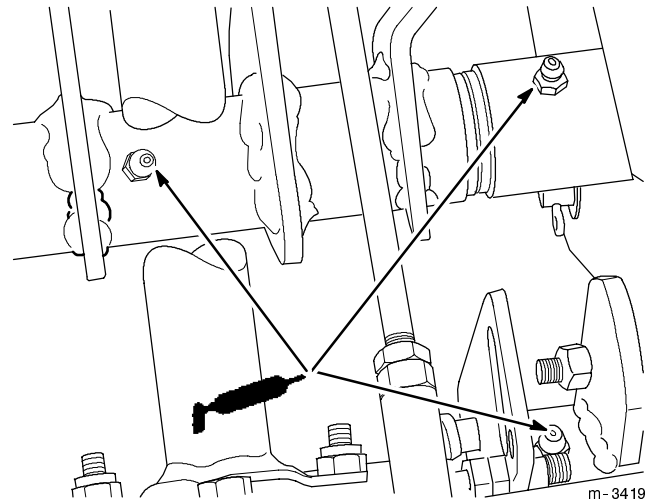

Figure 35
4. Lubrifier les trois graisseurs (Fig. 35).